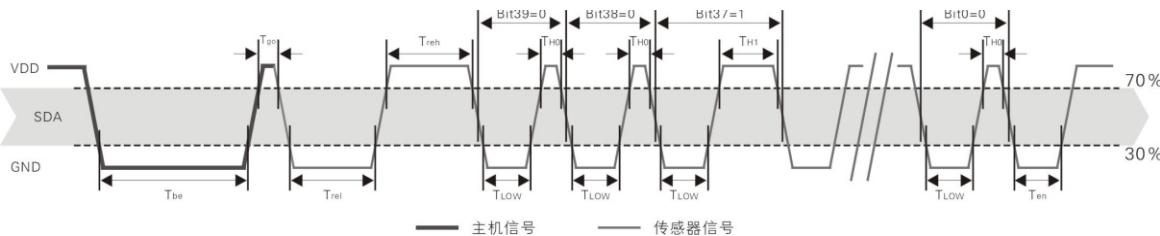

图 21: AM2320 单总线通信时序
详细时序信号特性见表10，单总线通信时序图如图21所示。
**注:** 为保证传感器的准确通讯，用户在读取信号时，请严格按照 表 10 和图 21 中的参数和时序进行设计